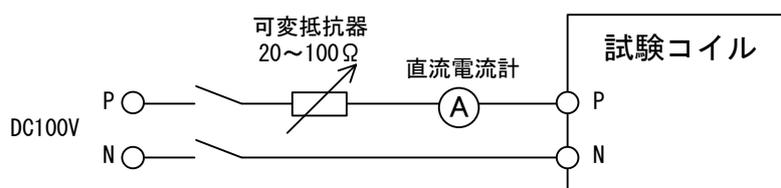

図1 試験回路
- (1) ホール式逆流継電器の端子1, 2, 3の配線が検出器の端子1, 2, 3に接続されているか確認してください。
- (2) ホール式逆流継電器のP, N端子にDC100VまたはDC110Vを印加してください。
- (3) 図1に示す試験回路を構成し、電流が最大DC5A流れるようにしてください。電流は試験コイルのP端子からN端子に流れるようにしてください。なお、試験コイルの抵抗値は約2Ωです。
付図 1